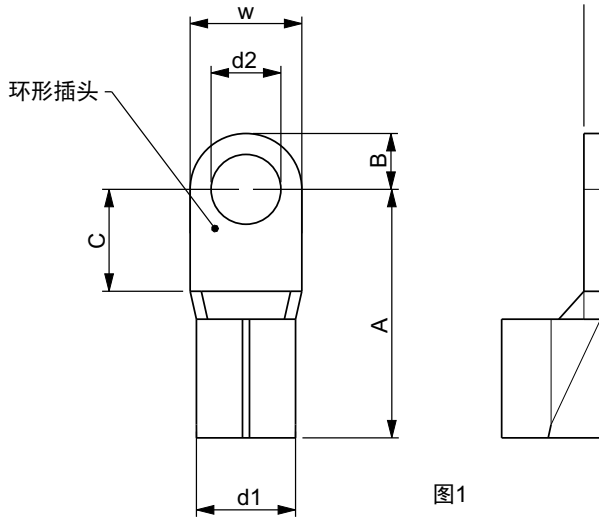

图1
- 连接主电路端子时需要使用环型接线片，请参见图1了解环型接线片的规格。